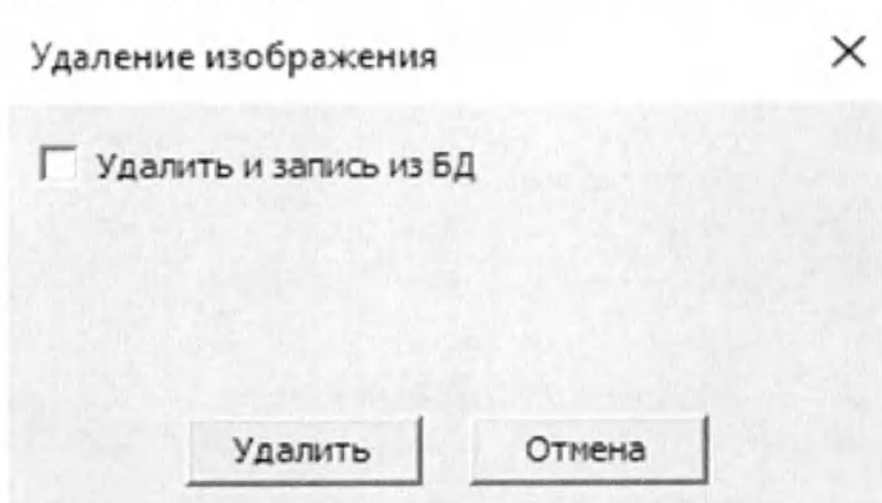

Рис. 27 Внешний вид диалогового окна "Удаление изображения"
- Откроется окно «Удаление изображения» (Рис. 27 Внешний вид диалогового окна "Удаление изображения");